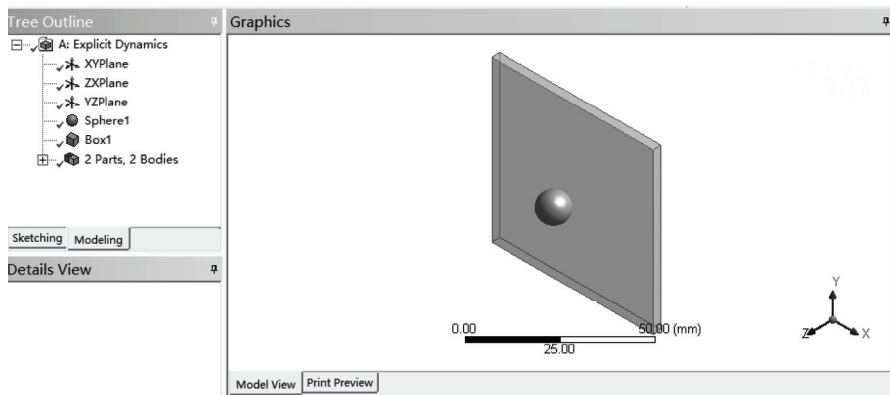

图 15-6 DM 模型
3) 双击项目 A 中的 A2 栏 Geometry, 此时会进入到 DM 界面, 如图 15-6 所示, 此时如果设计树中显示 ⚡, 表示需要生成模型, 此时进行步骤 4), 否则可直接进入步骤 5)。